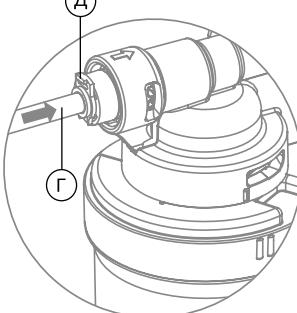

Рис. 9
- Вставьте трубку в фитинг на вход в фильтр через цанговое кольцо ( $\Gamma$ ) и стопорную клипсу ( $\Delta$ ) до упора (рис. 9). Для герметизации соединения, приложите дополнительное усилие, при этом трубка утопится еще примерно на 3 мм и будет плотно обжата резиновым кольцом фитинга. Аналогичным способом подключите трубку в фитинг на «выход» из фильтра.